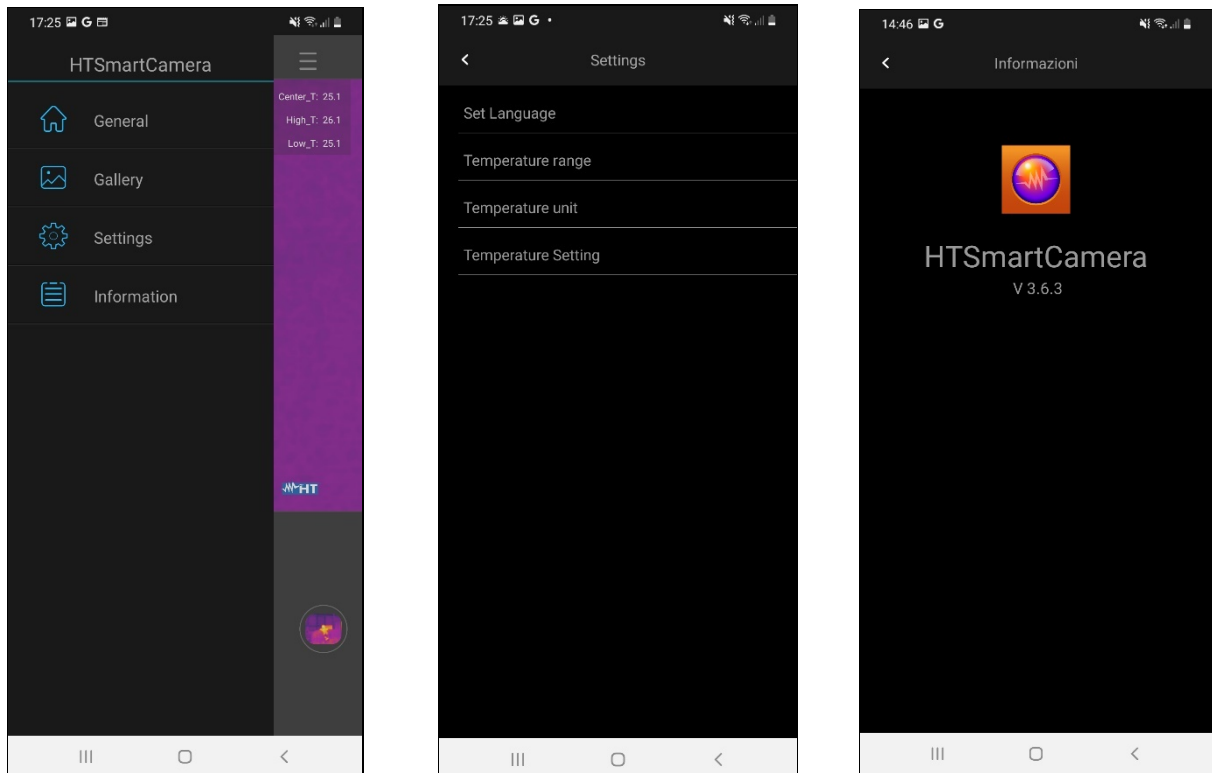

Abb. 4: General Menü
1. Tippen Sie auf das Symbol , um das allgemeine Menü der Anwendung aufzurufen. Der Bildschirm von Abb. 4 – linke Seite wird auf dem Display angezeigt
Tippen Sie auf dieses Symbol, um den Abschnitt "Einstellungen" aufzurufen (siehe Abb. 4 – zentraler Teil)
Tippen Sie auf dieses Symbol, um den Abschnitt "Info" aufzurufen, in dem die Version der Anwendung angezeigt wird (siehe Abb. 4 – rechte Seite)